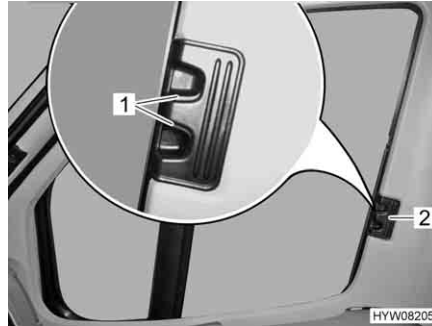

Fig. 86 Estor plegable para la ventana del conductor/acompañante
- Presionar los tiradores de desbloqueo (Fig. 86,1) y mantenerlos presionados.
- Cerrar los estores plegables para la ventana del conductor y la ventana del acompañante tirando en el tirador (Fig. 86,2) hacia el otro lado de la ventana y uniéndolos en las tiras magnéticas.
- Introducir los estores plegables para la ventana del conductor y la ventana del acompañante hasta el tope desplazando el tirador (Fig. 86,2).
- Soltar los tiradores de desbloqueo (Fig. 86,1) y dejar que engatillen.